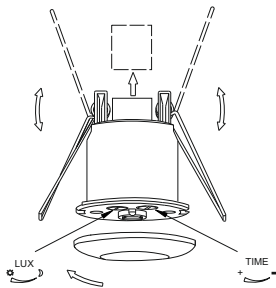

Рисунок 20 – Монтаж ДД 043
- снять прозрачную крышку, защищающую контактные зажимы (рисунок 20).